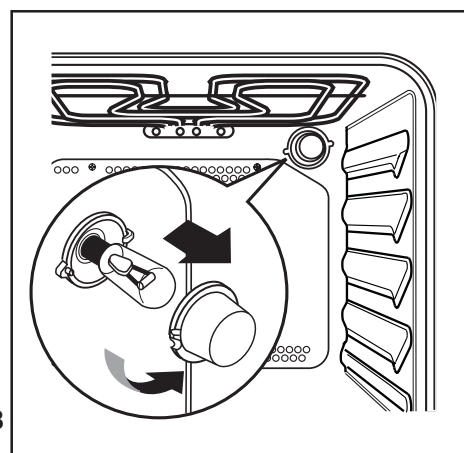

Рис. 8
- г) отвинтите винты, показанные на Рис. 8 (п. А);
Для замены лампочки действуйте следующим образом (Рис. 8):